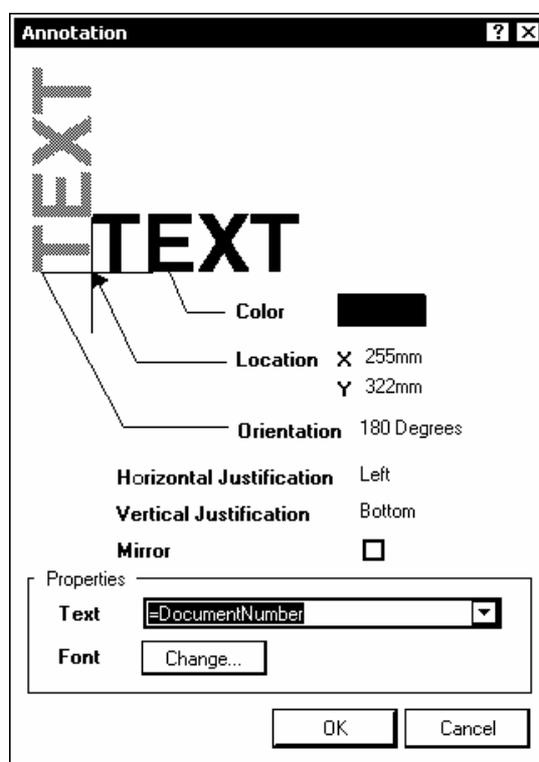

Рис. 4.3
8. Активизировать команду главного меню Place>>Text String и расставить шаблон “Text” в те графы основной надписи, где должны располагаться неизменяемые надписи – *Разраб.*, *Пров.*, *Т. контр.*, *Н. контр.* и др. После этого, по очереди, двойным щелчком левой клавиши мыши на каждом из шаблонов “Text” вызвать окно редактирования текстовой строки (рис. 4.3) и
9. Активизировать команду Place>>Text String и нажатием клавиши Tab вызвать диалоговое окно редактирования текстовой строки (см. рис. 4.3).